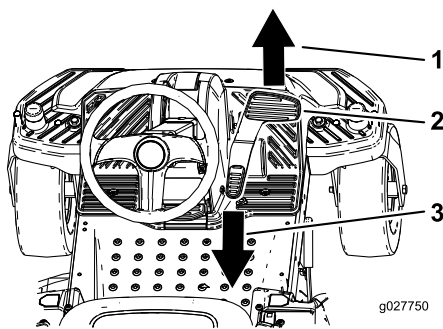

Figura 13
2. Ponga el pie sobre el pedal de control de tracción y pise lentamente la parte superior del pedal para desplazarse hacia adelante, o presione la parte inferior del pedal para desplazarse hacia atrás (Figura 13).